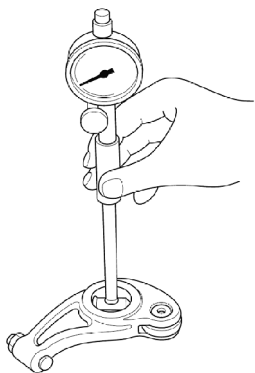

图 13-12 测量摇臂的内径
5) 如图 13-12 所示，测量摇臂的内径，并检查其是否处于圆度超差的状态。